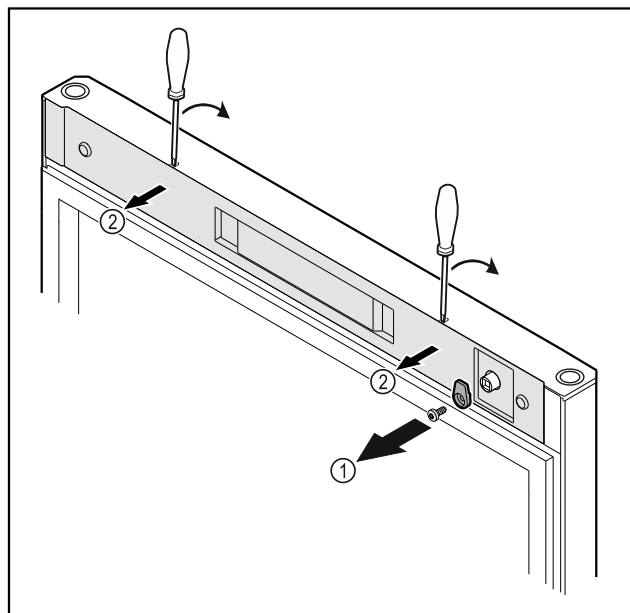

Fig. 21
- ▶ Lironi vidat e grepit të mbylljes Fig. 21 (1).
- ▶ Nxirrni nga foleja kapakun mbulues Fig. 21 (2) me një kaçavidë të vogël dhe hiqeni.